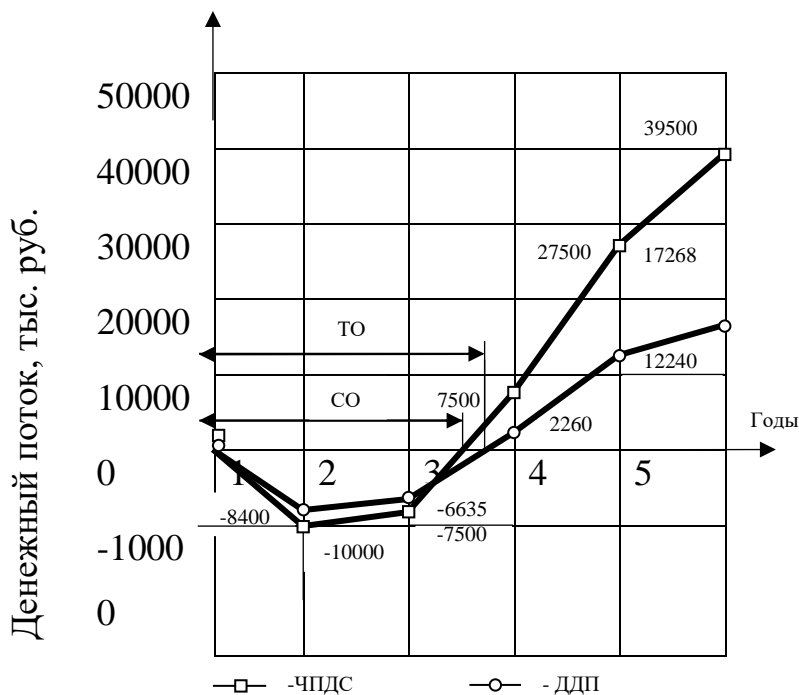

Рисунок 1 Движение денежных потоков в течение расчетного периода
Срок окупаемости инвестиций (СО) и текущий срок окупаемости (ТО) могут быть также определены из графика финансового профиля инвестиционного проекта (рис. 1).
Для наглядности срок окупаемости инвестиций будем определять на основании построения графика финансового профиля (денежных потоков) инвестиционного проекта по данным стр. 10 и стр. 11 таблица 1 (см. рисунок 1).
Срок окупаемости инвестиций согласно рис. 1 и формуле (14) составит:
Текущий срок окупаемости инвестиций по дисконтированному денежному потоку согласно рис. 1 и формуле (16) составит: